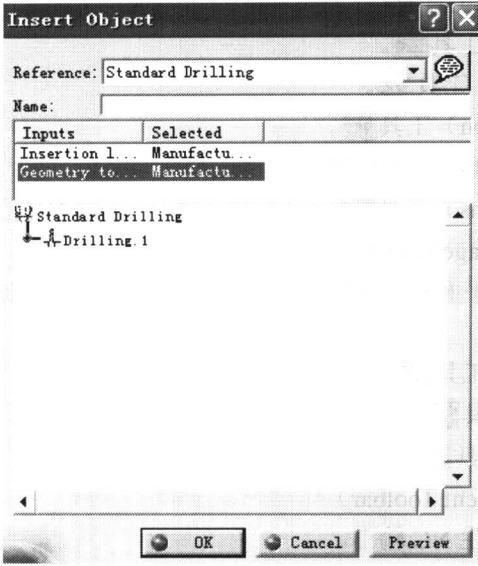

图 1-2 插入标准钻孔操作
① 加工过程审视 (Machining Process View) 工具 选择该工具显示加工过程。
② 创建加工过程 (Machining Process) 工具 选择该工具创建加工过程, 这个过程以后可以被存为目录元素。
③ 加工过程应用 (Machining Process Application) 工具 选择该工具把所有的加工过程目录应用于所选择的几何特征。
④ 标准钻削 (Standard Drilling) 工具 根据所选择的几何特征用事先选择的刀具在制造过程中插入标准钻孔操作, 如图 1-2 所示。